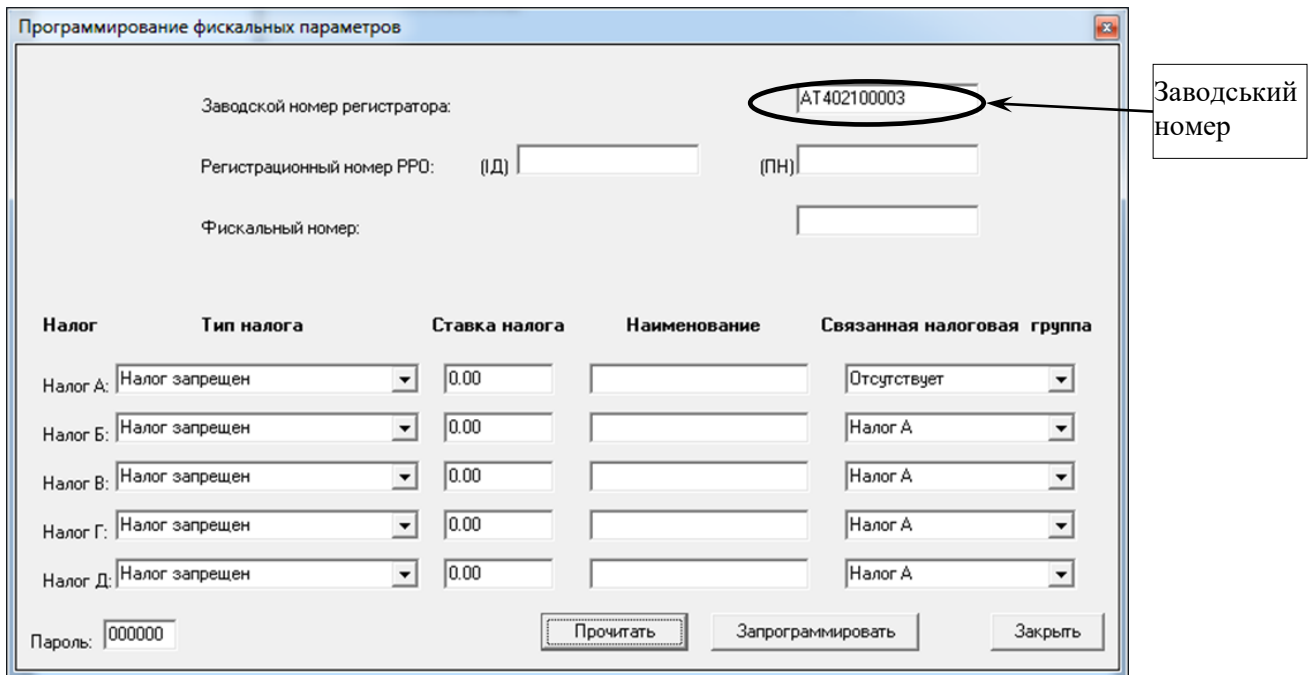

Рисунок 18
5.6 У вікні «Программирование фискальных параметров» з'явиться заводський номер реєстратора (рисунок 18).